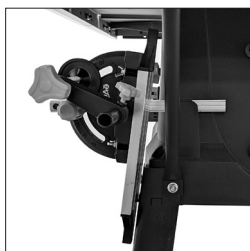

Fig. 34
N.B.: Opmerking: Wanneer de machine niet in gebruik is, hebben de verstekgeleider en het anti-terugslagtoestel een speciale opslagruimte aan de rechterkant van de machine (**Afb. 34**).